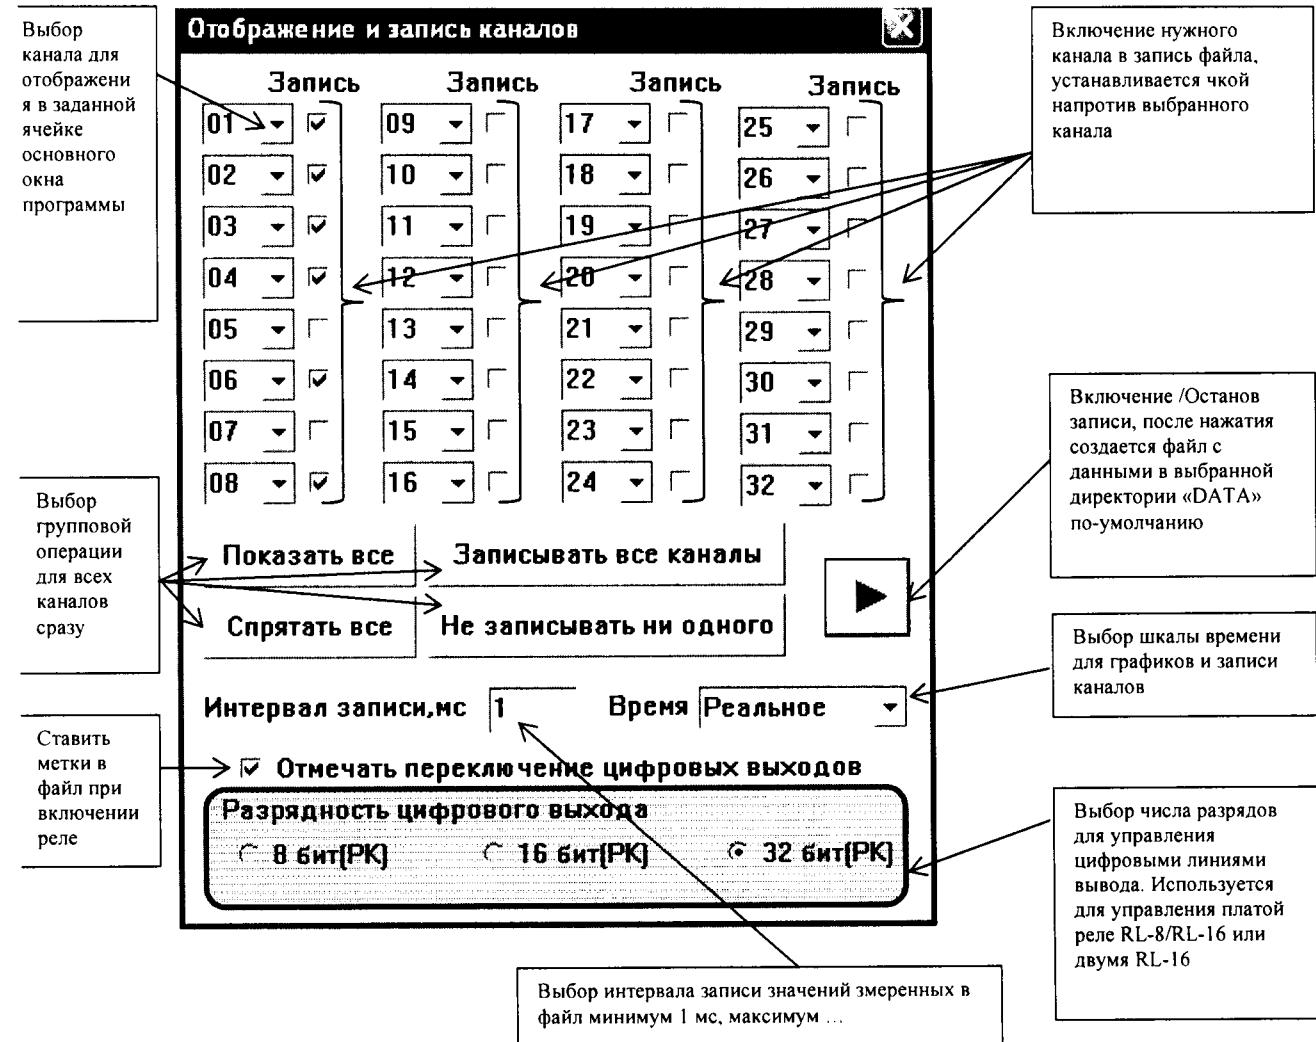

Рис.2. Окно отображение и запись каналов
Данное окно настраивается в зависимости от разрешения экрана и кол-ва включенных для отображения каналов. Ячейки каналов могут быть выбраны в меню «Отображение и запись каналов» смотрите рис.2
**Каналы** (см. рис.2) – данное меню открывает окно «Отображение и запись каналов», в котором настраиваются параметры для основного окна программы, а именно: